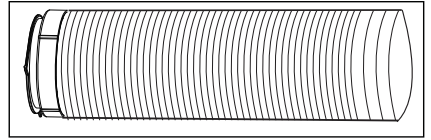

Figur 5
3. Træk i den ene ende af slangen (figur 5), og skru slangen på adapteren A (figur 6).